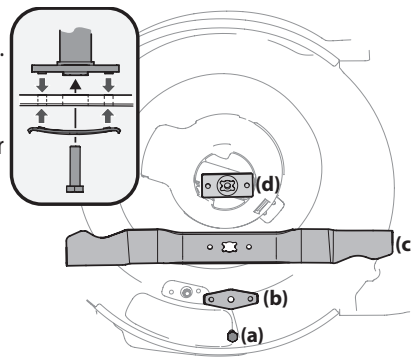

Figura 16
- Retire el perno (a) y el soporte de la cuchilla (b) que sostienen la cuchilla y el adaptador al cigüeñal del motor. Consulte la Figura 16.
- Saque la cuchilla (c) y el adaptador (d) del cigüeñal. Consulte la Figura 16.
- Lubrique el cigüeñal del motor y la superficie interna del adaptador de la cuchilla con aceite ligero. Vea el recuadro de la Figura 16.